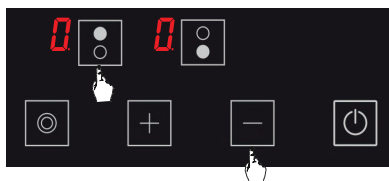

Abbildung 21
2. Drücken Sie die Auswahl- und die Minus-Taste gleichzeitig. (siehe Abb. 21) Sie hören einen kurzen Warnton. Nehmen Sie dann Ihre Finger vom Kochstellen-Bedienfeld.